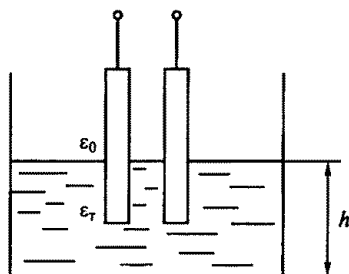

Рис. 270
12.11.Р. Емкостный датчик помещен в бак с топливом (рис. 270). По изменению емкости этого датчика определяют уровень жидкости в баке h . Какой из указанных факторов главным образом влияет на изменение емкости датчика?